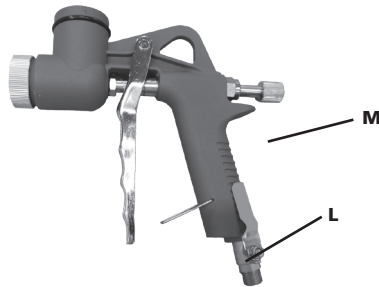

Fig. 2
For å oppnå et bedre resultat, anbefaler vi at du begynner å bevege armen før du aktiverer spaken (F), og at du holder sprøytepipstolen i loddrett vinkel i forhold til overflaten som skal males. For å lette operasjonen kan du holde i håndtaket på tanken (A). Påfør alltid malingen med et visst overlapp, for å sikre at spredningen blir så jevn som mulig. For å stille malingsstrømmen, skru på knotten (M) (fig.2). For å stille luftstrømmen, beveg på spaken (L) (fig.2).